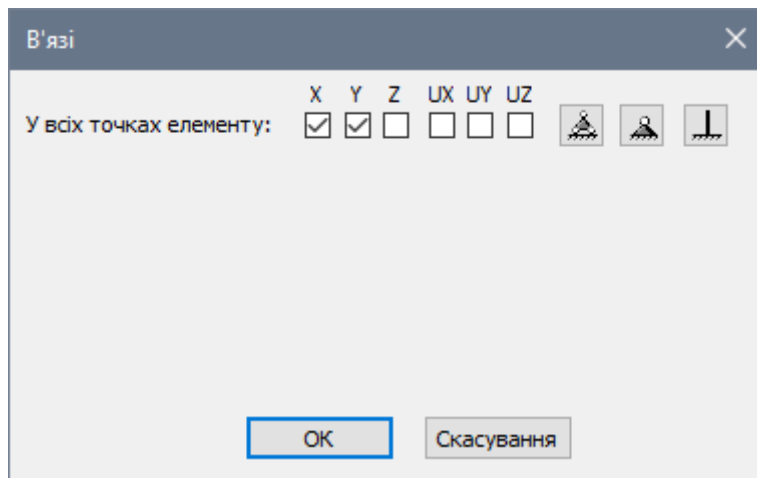

Рис. 23.15. Діалогове вікно **В'язі**
- викличте діалогове вікно **В'язі** (рис. 23.15) клацанням навпроти рядка **В'язі**;